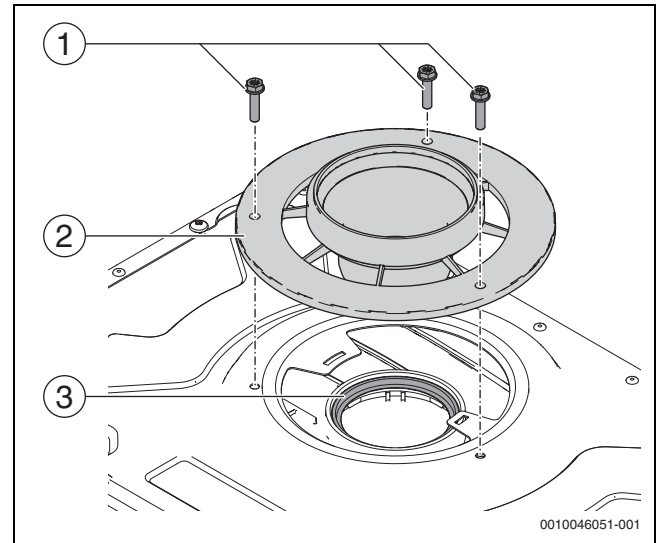

Fig. 136 Démontage de l'adaptateur de tuyau d'évacuation des fumées et du kit de tuyau d'évacuation des fumées
- Placer l'adaptateur du conduit de fumées et le set du conduit de fumées (→ Figure 136, [2]) sur la plaque supérieure.
- Serrer les trois vis (Pozi ou hexagonales) (→ Fig. 136, [1]) à 3 Nm max.